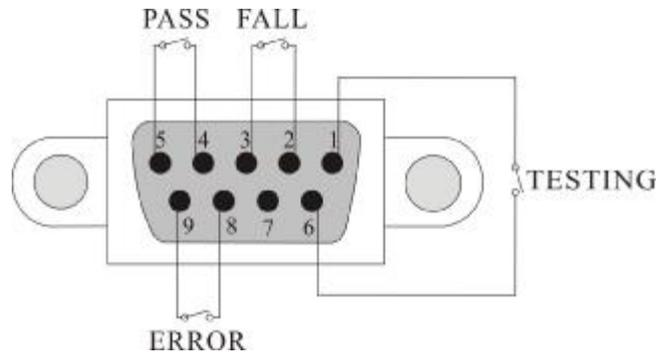

图 5-3 遥控输出口 1
2. STB 由闭合转为断开，视为一个有效上升沿，控制时间见图 5-3 遥控测试组选择时序图；
A、遥控输出口 1 接口，如图 5-3 所示。